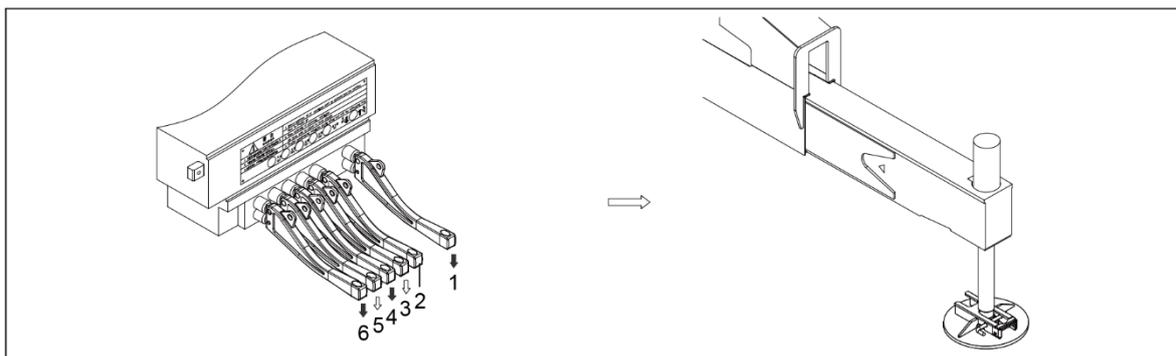

Figura 4-20 Extensão do cilindro vertical
- 4) Vá para o outro lado do guindaste para estender os cilindros verticais no outro lado. Consulte a figura 4-20.